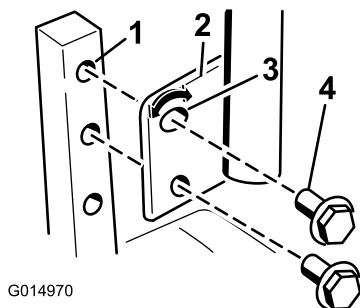

Figura 26
1. Retire los 2 pernos que fijan la palanca de control al brazo de la palanca ().Figura 26
2. Mueva la palanca al juego de taladros siguiente. Fije la palanca con los 2 pernos ().Figura 26
control (Figura 26). Apriete ambos pernos para fijar el control en la posición nueva.